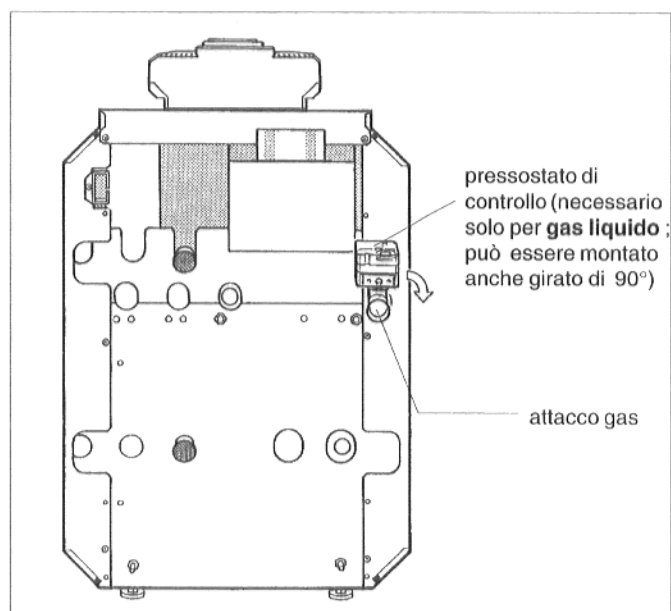

Fig. 23: Attacco gas
Eseguire il collegamento all'alimentazione gas senza sottoporre la tubazione a sollecitazione alcuna (Fig. 23).
- In caso di **gas liquido** ermeticizzare verticalmente oppure verso l'esterno nella tubazione gas e direttamente all'attacco gas della caldaia (Fig. 23) il segnalatore di pressione fornito insieme alle parti di adattamento. A tal fine, utilizzare il nipplo di riduzione fornito a corredo ed eseguire il collegamento a spina nell'apparecchio di regolazione in base allo schema elettrico.